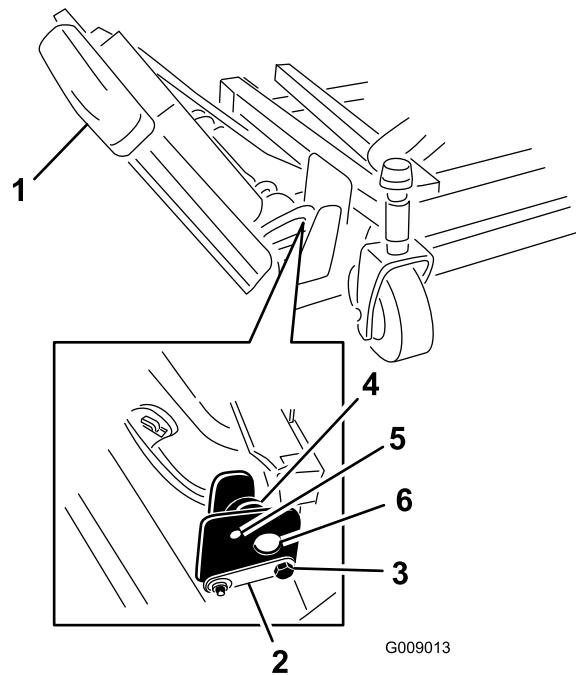

Figura 3
1. Togliete i dadi che fissano i bulloni di arresto anteriore e posteriore ai supporti dei piatti delle alette di destra (Figura 3).
2. Sostenendo l'alemma destra, togliete i bulloni di arresto anteriore e posteriore dai supporti del piatto (Figura 3).